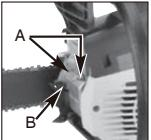

Afb. 16
- Til het filter (A) uit de tank (Afb. 16).